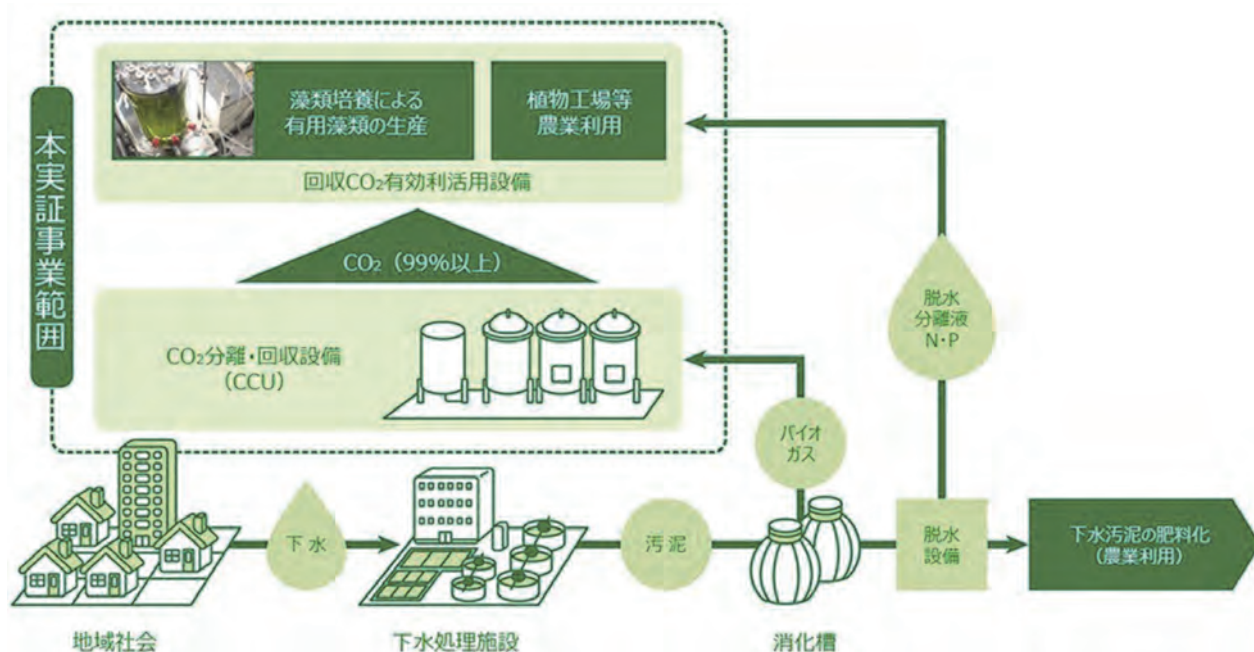

図1 実証施設の概要（バイオガス中の CO₂ 分離・回収と微細藻類培養への利用技術実証事業）
- ・ 実証技術の期待される特徴等（図1参照）：下水バイオガス中の CO₂ を新たな資源として位置づけ、培養した微細藻類から飼料・肥料等新たな高付加価値資源の生産を行うことにより地域産業の創出を図ることが可能です。また、脱水分離液中の窒素・リン除去による返流負荷の低減が期待できます。